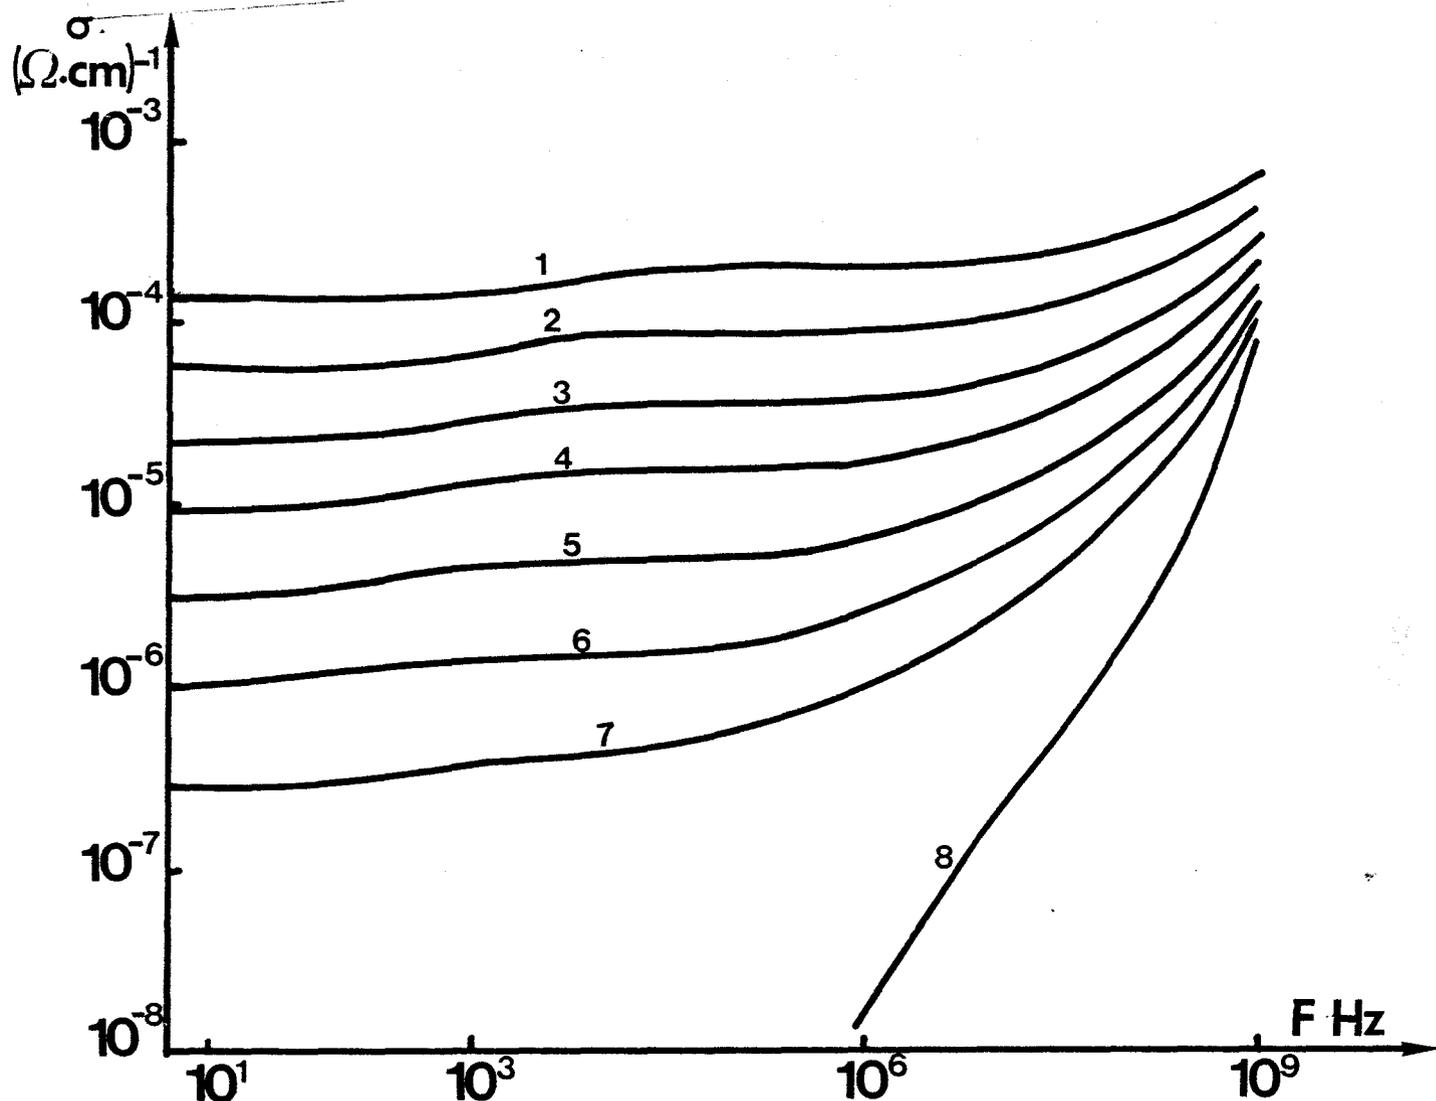

FIGURE F.3.2
- Figure F.3.2. Partie réelle de la conductivité complexe d'un échantillon dopé à l' InCl_3